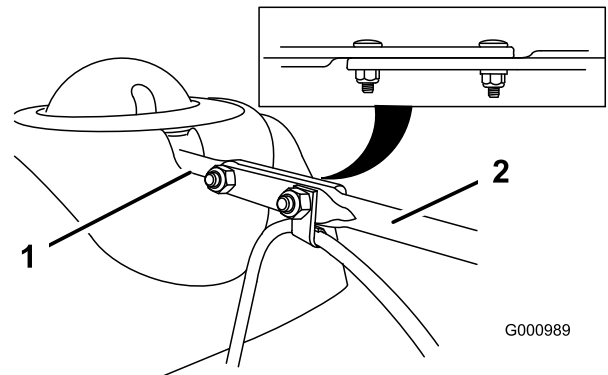

Figure 9
3. Alignez l'extrémité plate arrière de la longue tige d'orientation de l'éjecteur sur l'extrémité plate avant de la tige courte qui part du panneau de commande de façon à les engager l'une dans l'autre (Figure 9).